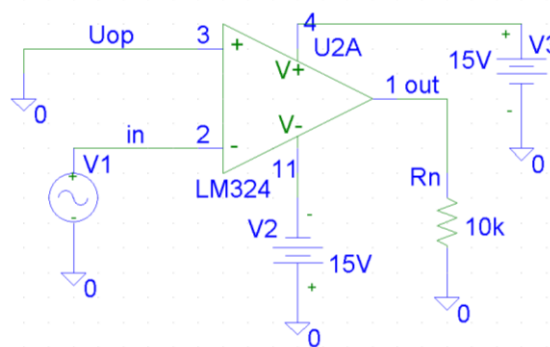

Рис. 5.1. Схема аналогового компаратора на основі операційного підсилювача
1. Зібрати схему аналогового компаратора на основі операційного підсилювача (рис. 5.1).